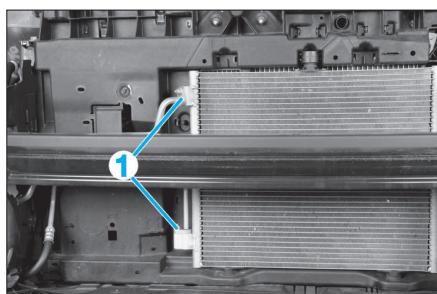

Fig. 38
- Déposer les écrous de fixation (1) (Fig.38).